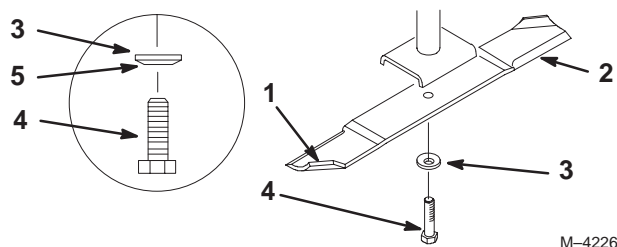

Figure 34
1. Tenez la lame à son extrémité avec un chiffon ou un gant épais. Retirez le boulon, la rondelle élastique et la lame de l'axe de la lame (Fig. 34).
2. Vérifiez l'équilibre de la lame en la plaçant sur un équilibreur (Fig. 33). Si la lame reste horizontale, elle est équilibrée et peut être utilisée. Si la lame est déséquilibrée, limez un peu l'extrémité de la partie incurvée seulement (Fig. 34). Répétez la procédure jusqu'à ce que la lame soit équilibrée.
1. Placez la lame sur l'axe (Fig. 34).
2. Installez la rondelle élastique et le boulon de la lame (Fig. 34). **Serrez le boulon de la lame à 115–150 Nm (85–110 pieds-livre).**